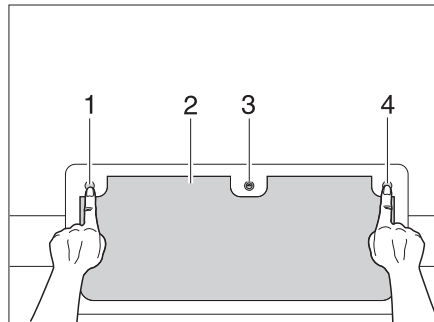

Bild 35 Lucklås med knappar, låst
- Stick in nyckeln i låscylindern (Bild 35,3) och vrid ett kvarts varv.
- Tryck in de tre knapparna (Bild 35,1, 3 och 4).
- Stäng den utvändiga luckan (Bild 35,2) helt tills den går i lås.
- Stick in nyckeln i låscylindern (Bild 35,3) och vrid ett kvarts varv. Lucklåset är låst.